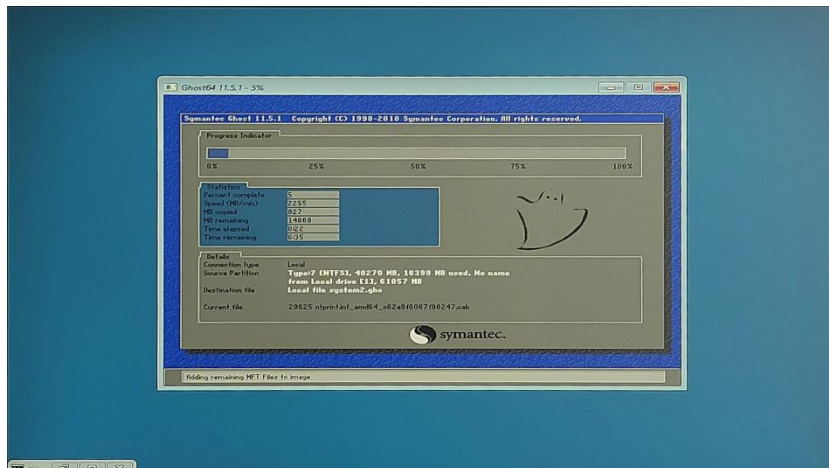

图 3 系统备份界面
(4) 系统将会重启，同时开始自动备份系统，进入到系统备份界面（如图 3 所示），备份结束后会自动重启系统。